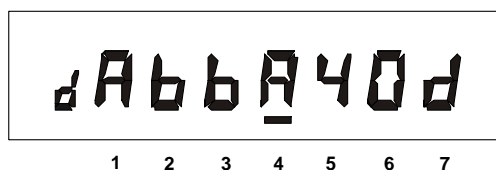

Рисунок 5.10
5.2.4.7 Окно «Сигнатура ДВКЗ» (рисунок 5.10).